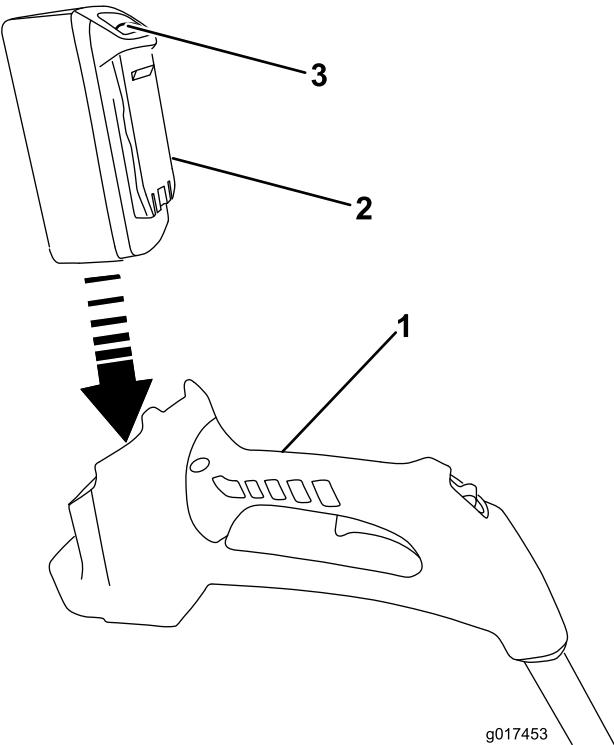

Figure 7
1. Alignez la languette de la batterie sur le creux dans le corps de la poignée (Figure 7).
- 2. Saisissez la poignée d'actionnement (Figure 7).